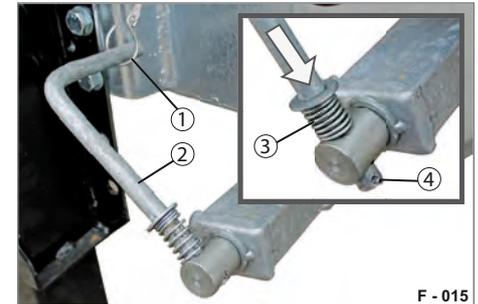
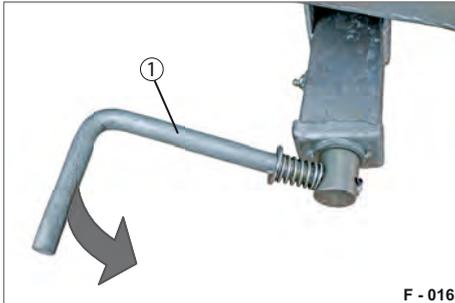

Abb. 17 Spindel-Feststellbremse, gesichert
Abb. 18 Spindel-Feststellbremse lösen
- ▶ Kurbel (Abb. 17/2) gegen die Druckfeder (Abb. 17/3) drücken.
- ▶ Kurbel (Abb. 17/2) gleichzeitig umdrehen, so dass der Stift (Abb. 17/4) einrastet. Kurbelgriff zeigt zum Fahrgestell.
- ▶ Haken des Sicherungsseils (Abb. 17/1) über die Kurbel stülpen. Spindel-Feststellbremse ist gegen unbefugtes Lösen gesichert.
- ▶ Haken (Abb. 17/2) von der Kurbel (Abb. 18/1) lösen.
- ▶ Kurbel (Abb. 18/1) umdrehen.
- ▶ Kurbel (Abb. 18/1) gegen Uhrzeigersinn bis zum Anschlag drehen. Anhänger ist ungebremst.